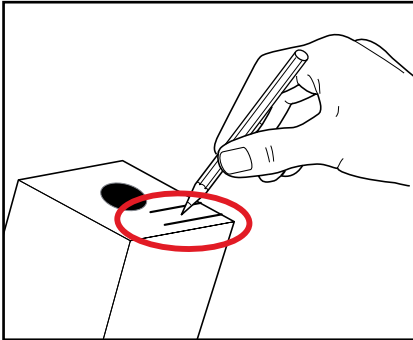

Fig. 4
6. Følg anvisningene på produktpakken. Skriv minst opp utløpsdatoen på produktpakken. (Fig. 4)